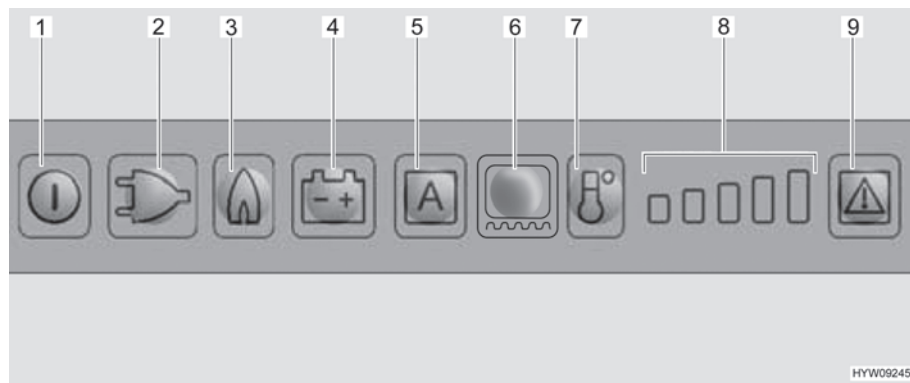

Fig. 158 Cuadro de mando de LED (frigorífico Dometic)
Al seleccionar el suministro de gas se abre automáticamente el seguro de encendido, de forma que puede fluir gas hacia el quemador. Simultáneamente se conecta el encendedor electrónico. Si se apaga la llama de gas, p. ej. debido a un golpe de viento, el encendedor se activa inmediatamente y enciende de nuevo el gas. En caso de alguna avería en el funcionamiento a gas, parpadearán los botones luminosos Gas (Fig. 158,3) y Avería (Fig. 158,9) y sonará una alarma acústica por 20 segundos.
Conectar: ■ Pulsar la tecla On/Off (Fig. 158,1) por aprox. 2 segundos. El frigorífico se conectará, se visualizará el modo de funcionamiento seleccionado más recientemente.
Seleccionar el modo de funcionamiento: ■ Pulsar el botón luminoso para el modo de funcionamiento deseado (Fig. 158,2 - 4) o el modo automático "AES" (Fig. 158,5) (sólo en el caso del modelo AES).
Ajustar la temperatura de refrigeración: ■ Ajustar la temperatura de refrigeración con la tecla Nivel de refrigeración (Fig. 158,7). El indicador de nivel de refrigeración (Fig. 158,8) indicará el ajuste seleccionado del termostato.
Desconectar: ■ Pulsar la tecla On/Off (Fig. 158,1) por aprox. 2 segundos.
Regulación de la temperatura de refrigeración Una vez conectado, el frigorífico automáticamente seleccionará el ajuste medio del termostato. Este ajuste puede modificarse manualmente con la tecla Nivel de refrigeración (Fig. 158,7). Pasan algunas horas hasta que el frigorífico alcanza la temperatura de servicio normal. Al cambiar a otro modo de funcionamiento, se conservará el ajuste del termostato.
- Conectar la calefacción de marco por un período de 2 horas: Pulsar el botón luminoso Calefacción de marco (Fig. 158,6) una vez. Estará iluminada una barra del indicador de nivel de refrigeración (Fig. 158,8).
- Conectar la calefacción de marco por un período de 5 horas: Pulsar el botón luminoso Calefacción de marco (Fig. 158,6) dos veces. Estarán iluminadas dos barras del indicador de nivel de refrigeración (Fig. 158,8).
- Ajustar la calefacción de marco en funcionamiento continuo: Pulsar el botón luminoso Calefacción de marco (Fig. 158,6) tres veces. Estarán iluminadas tres barras del indicador de nivel de refrigeración (Fig. 158,8).
El indicador de nivel de refrigeración (Fig. 158,8) visualizará el tiempo de funcionamiento de la calefacción de marco por algunos segundos.
En caso de alguna avería, el botón luminoso Avería (Fig. 158,9) parpadeará. Además parpadeará o bien uno de los botones luminosos Modo de funcionamiento o el indicador de nivel de refrigeración. Adicionalmente sonará una señal de advertencia acústica. Para indicaciones con respecto a la indicación de errores y la eliminación de errores, véase el capítulo 15.
- ▷ Después de haber eliminado una avería del funcionamiento a gas, pulsar el botón luminoso Reset (Fig. 158,9).